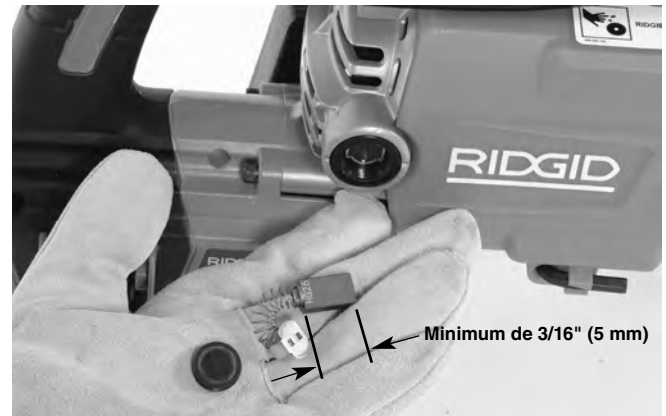

Figure 22 – Remplacement des balais moteur
- Retirez les balais en notant leur orientation. Examinez les balais. Remplacez-les dès qu'ils sont usés à moins de $\frac{3}{16}$ " (5 mm). Reportez-vous à la Figure 22. Examinez le commutateur pour signes d'usure. S'il est excessivement usé, faites réviser l'appareil. Nettoyez les logements de balai à l'aide d'un chiffon propre.